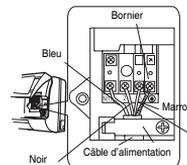

Fig. 8
4. Raccordez le fil bleu du cordon d'alimentation électrique à la borne "N", le noir à "2", le marron à "3", le fil de terre jaune/vert à la terre (comme illustré par la Fig. 8).